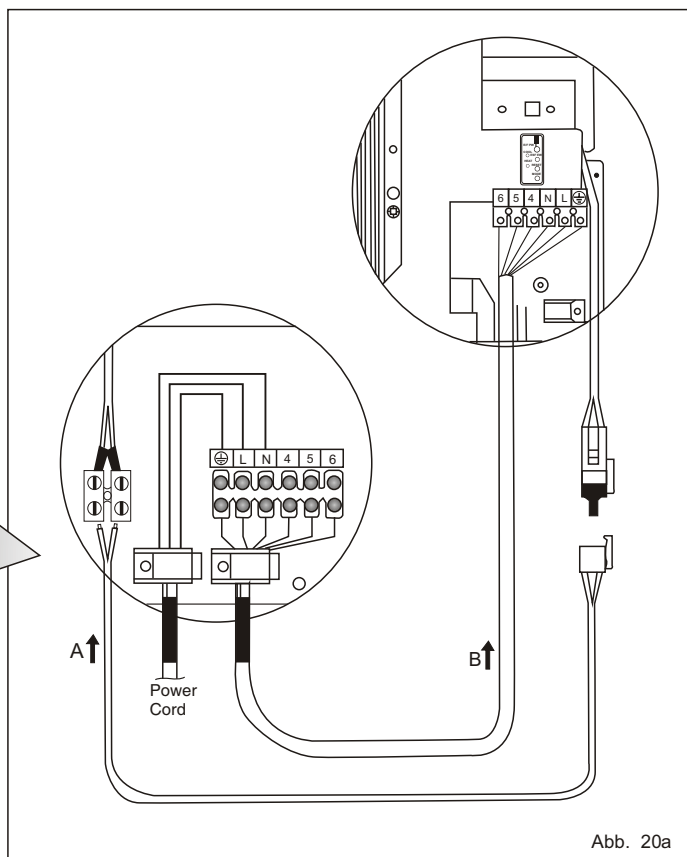

Abb. 20a
3. Verbinden Sie die Kabelenden mit den Anschlußklemmen der Inneneinheit und der Außeneinheit wie in Abb. 20a, Abb. 20b, Abb. 20c.
4. Bilden Sie eine Schleife und verbinden Sie die gelb/grüne Ader (2) zur Erdungsklemme der Inneneinheit wie in Abb. 20a, Abb. 20b, Abb.20c, Abb.20d, Abb.20e, Abb.20f.